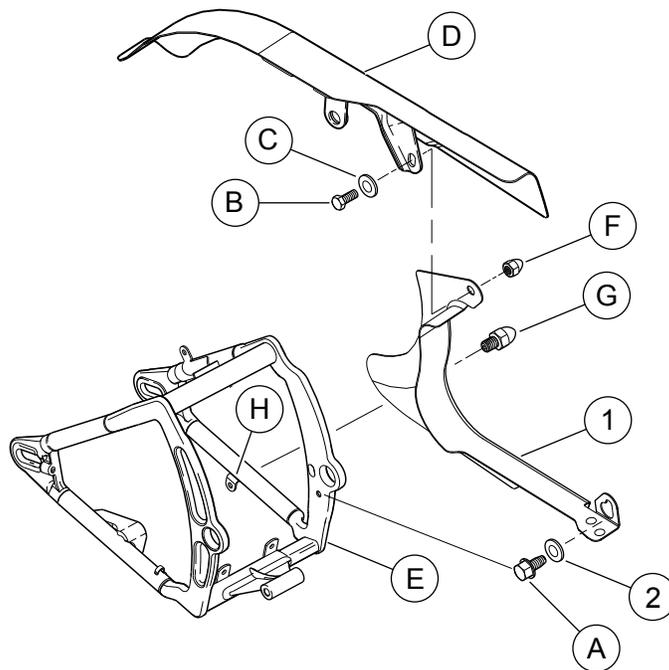

Figura 3. Peças de reposição: proteção da correia inferior cromada
Veja a Figura 3 e a Tabela 2.
1. Veja a Figura 3 e a Tabela 1. Coloque a proteção inferior cromada (1) no lugar. Instale o parafuso (A) e a arruela (2) no furo de montagem dianteiro da proteção inferior da correia (1).
2. Monte o parafuso (B) e a arruela (C) nos protetores superior (D) e inferior (1) da correia e no garfo traseiro (E). Prenda a porca cega (F) firmemente.
3. Monte o parafuso de cabeça arredondada (G) no protetor inferior cromado da correia e no suporte traseiro do garfo (H).
4. Aperte o parafuso (A) na frente do protetor inferior da correia e no garfo traseiro com torque de 9,5 a 12,2 N·m (84 a 108 lb·pol.).